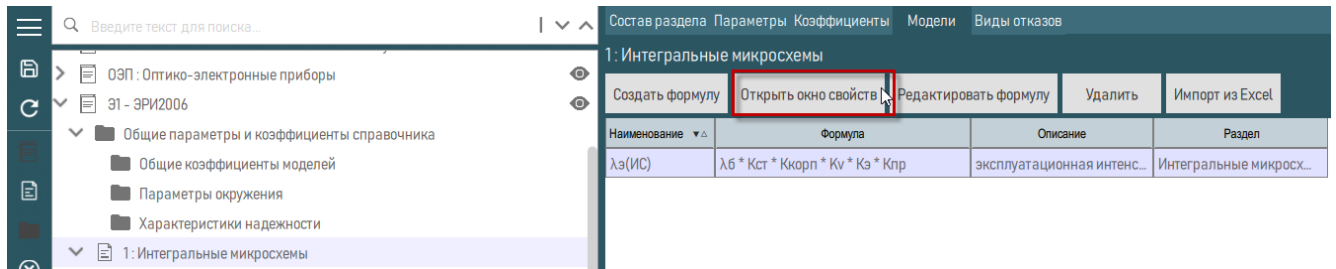

Рисунок 109 – Открытие окна свойств модели
- 2) В правой рабочей области выбрать модель, затем на панели инструментов нажать кнопку «Открыть окно свойств» (рисунок 109).